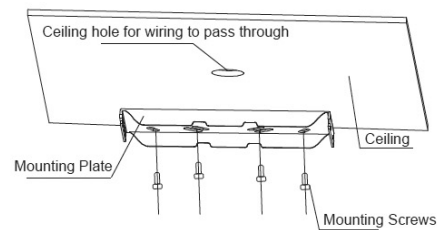

Figure 3-2
2. Align holes of the mounting plate with holes on ceiling. Fix the mounting plate to the ceiling with screwdriver. Figure 3-2
2. Aligner les trous de la plaque de montage avec les trous au plafond. Fixez la plaque de montage au plafond à l'aide d'un tournevis. Figure 3-2